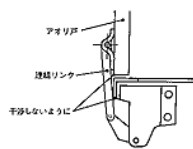

図11
- ・ 連結リンク下端が内側へ入り過ぎていると、連結リンクにアオリ戸や台枠が干渉してしまいます(図11参照)。